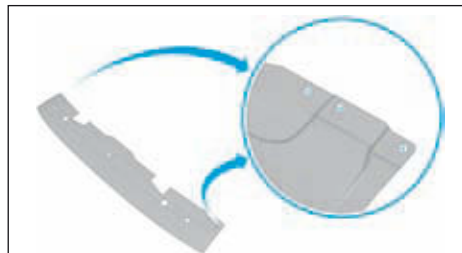
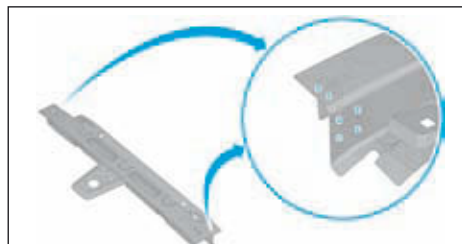

FIG.151
FIG.152
• Tracer puis percer au Ø 6,5 mm les traverses de pavillon pour soudage ultérieur par points bouchons MAG (Fig.151) et (Fig.152).